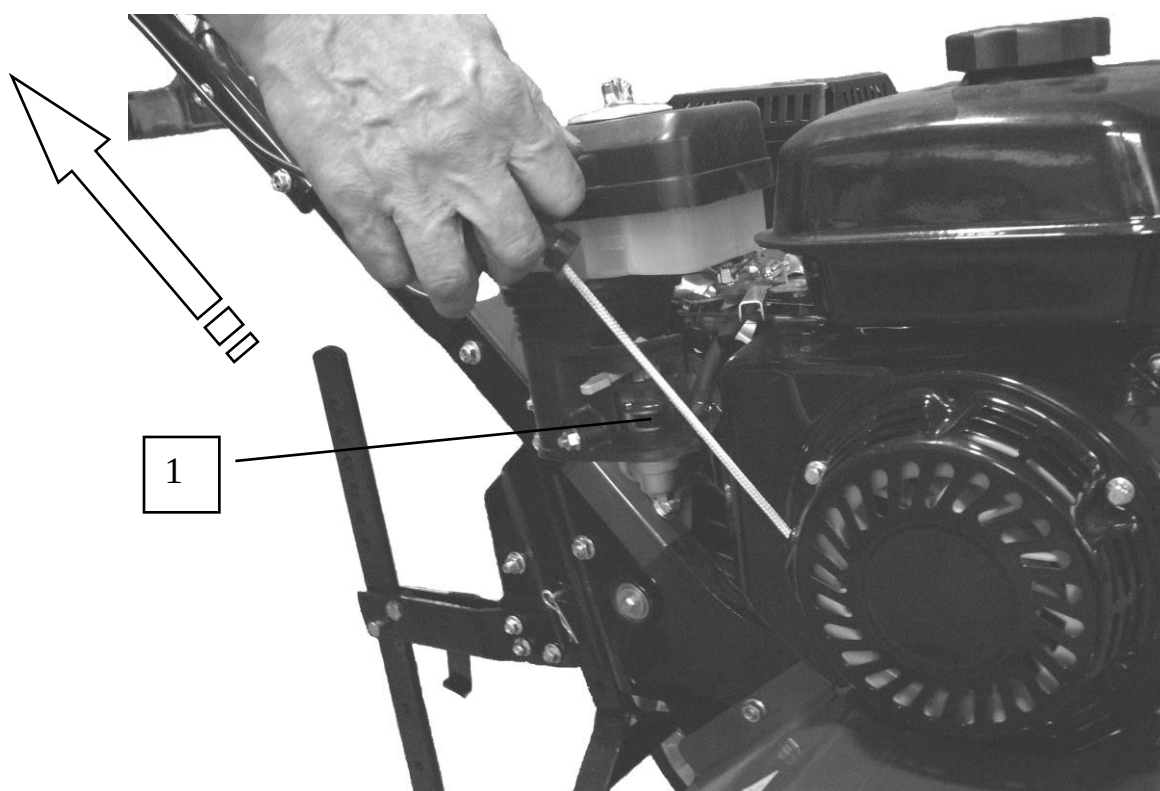

Рисунок 8 – Запуск двигателя.
- возьмите рукоятку шнура и медленно потяните до тех пор, пока не почувствуете сопротивление (~200 мм.) рисунок 8
Поверните рычаг топливного крана 1(рисунок 8) в положении «OFF» (закрыто).